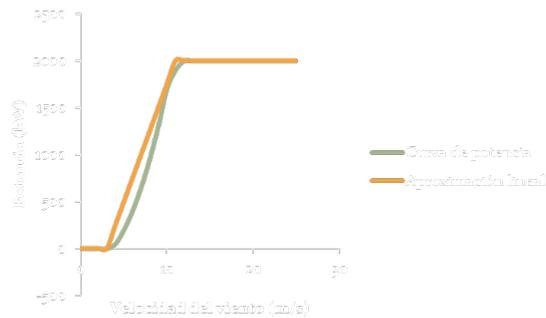

Figura 1. Aproximación lineal a la curva de potencia.
- **Aproximación Lineal**: Este modelo asume que la relación entre la velocidad del viento y la potencia es lineal dentro de un rango específico. Aunque es una simplificación que no considera los efectos no lineales, resulta útil para estimaciones rápidas y en situaciones donde los recursos computacionales son limitados. La Figura 1 representa la aproximación lineal.